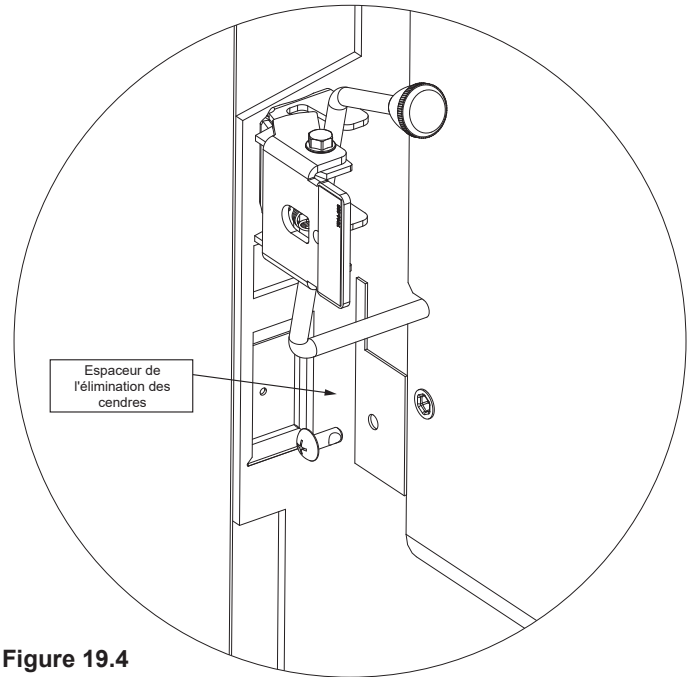

Figure 19.4
3. Installez l'espaceur ARS sur le côté gauche à l'aide d'un boulon et le tournevis cruciforme (**Figure 19.4**).
2. Installez l'espaceur ARS sur le côté gauche à l'aide d'un boulon et le tournevis cruciforme (**Figure 19.4 à la page 19**).